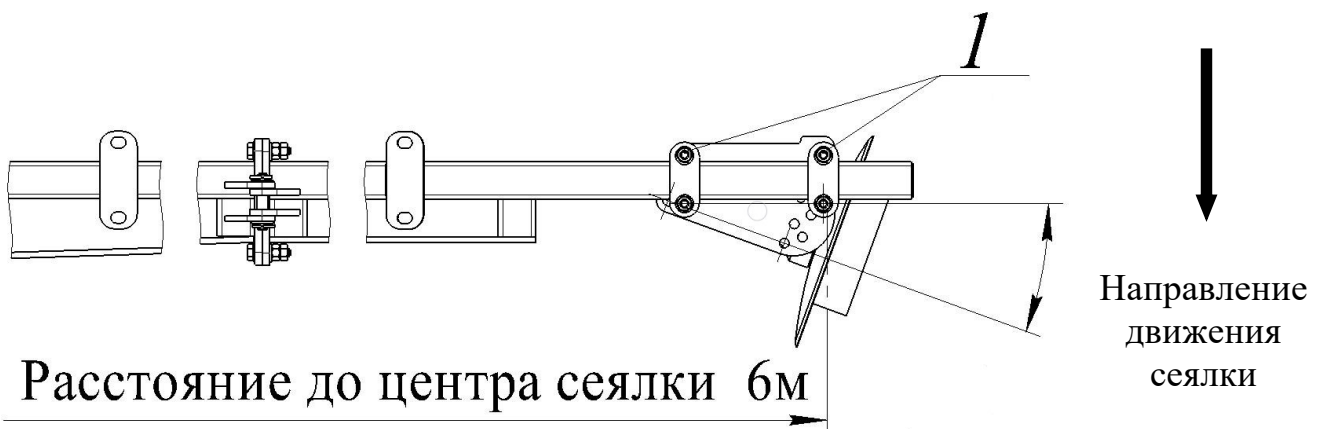

Рисунок 22. Установка угла атаки маркёра (левый маркёр).
Угол атаки маркёра выставляется с шагом 5° , как показано на рис. 22. Более точная настройка производится с учётом характеристики поля. Для регулировки вылета ослабить болты (1) крепления хомута.